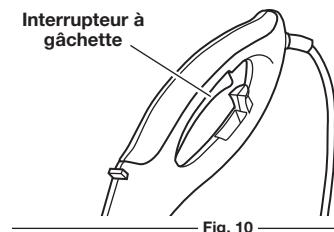

Fig. 10
2. Appuyez sur l'interrupteur à gâchette et tenez-le enfoncé (Fig. 10).
1. Relâchez l'interrupteur à gâchette (Fig. 10).